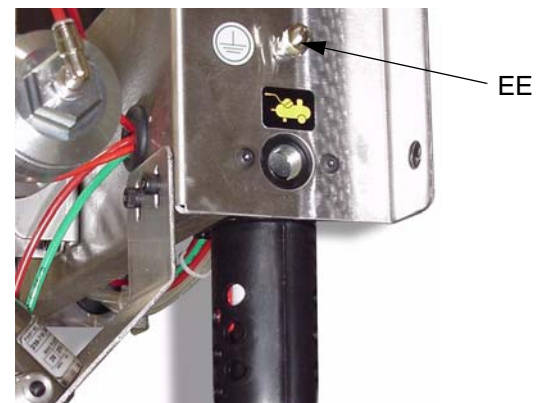

FIG. 23
Conecte un cable de conexión a tierra desde la lengüeta (EE) de tierra del panel de fluido Smart a una tierra verdadera. FIG. 23.